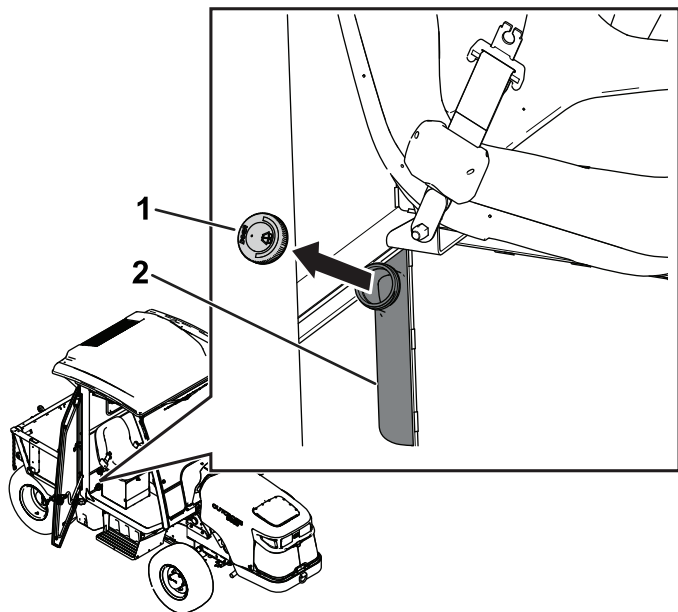

Figura 121
1. Togliete il tappo del serbatoio (Figura 121).